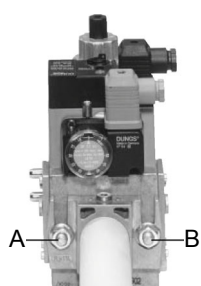

Fig. 2
3. stringere le viti A, B, C e D (Fig. 2 - Fig. 3), rispettando le posizioni di montaggio (Fig. 5);